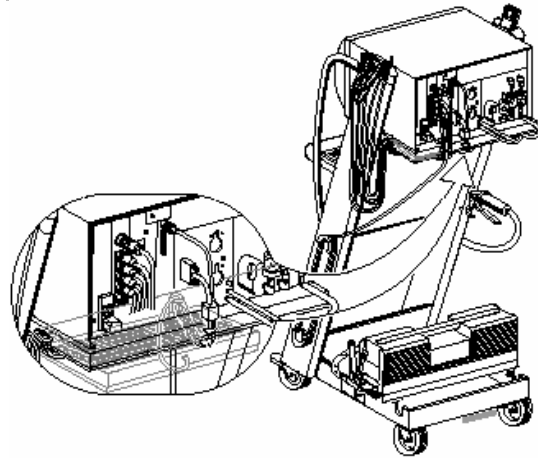

Fig 13: Achterzijde BEA
3. Bevestig voorvermelde aansluitkabels met de meegeleverde kabelbinders aan de daartoe voorziene opening (Zie Fig 13). Let er vooral op dat de kabelbinders stevig worden aangetrokken.